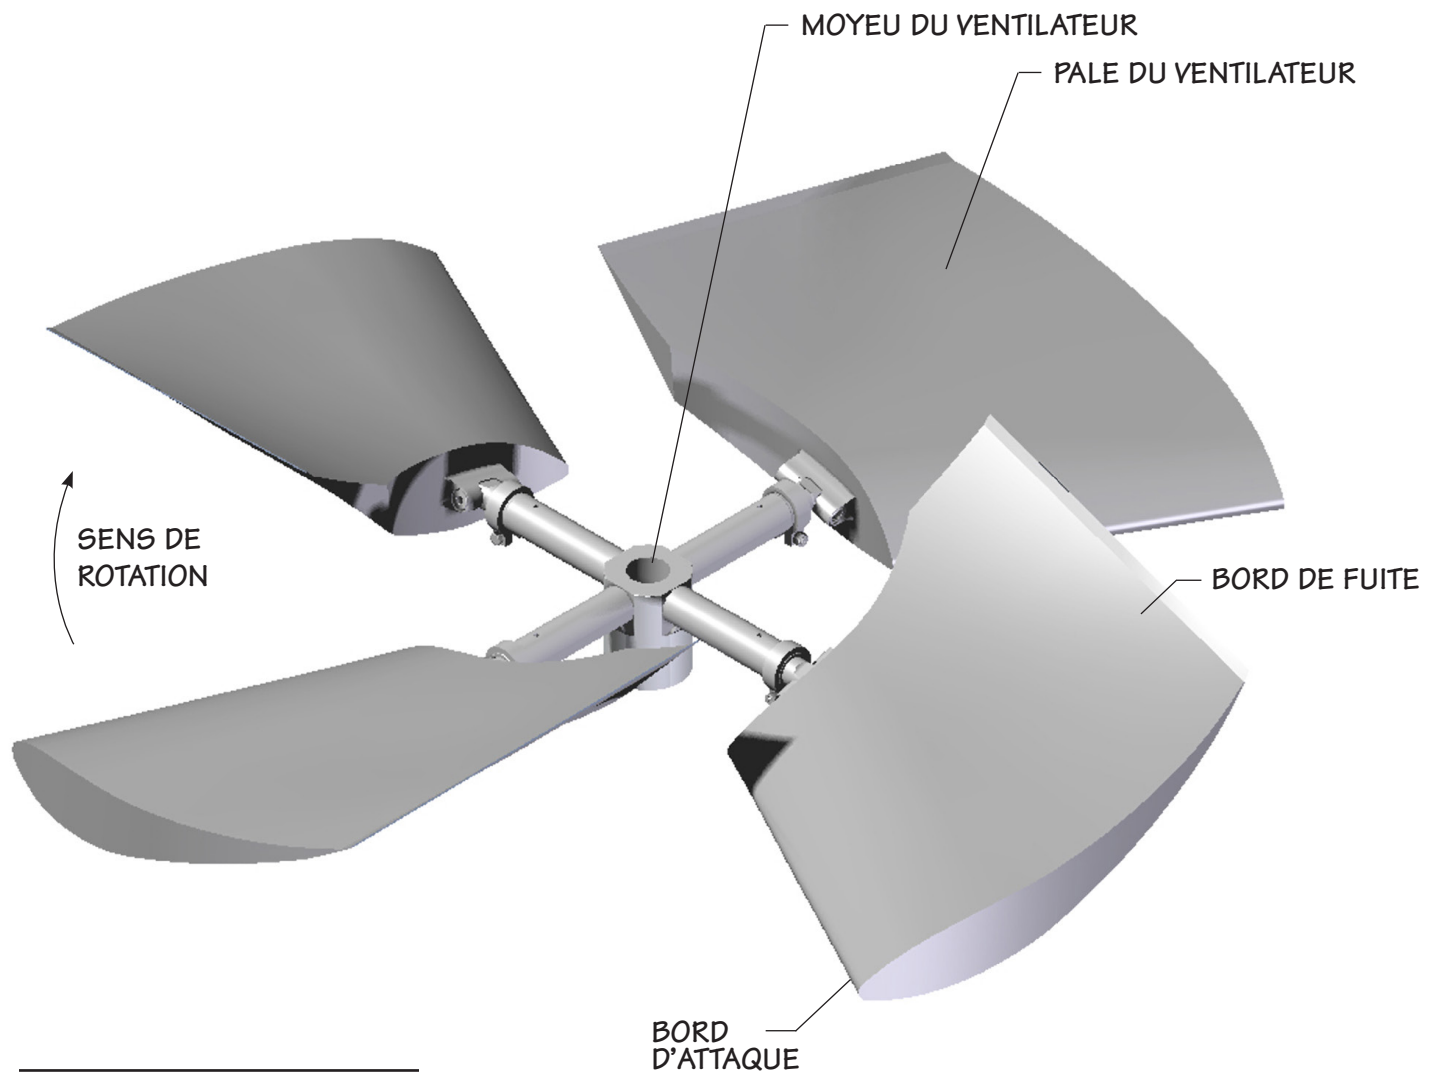

Figure 1
- 2—Positionnez le moyeu du ventilateur au centre de la zone de travail, extrémité conique du moyeu vers le bas. Voir la **Figure 1** à la page 3.